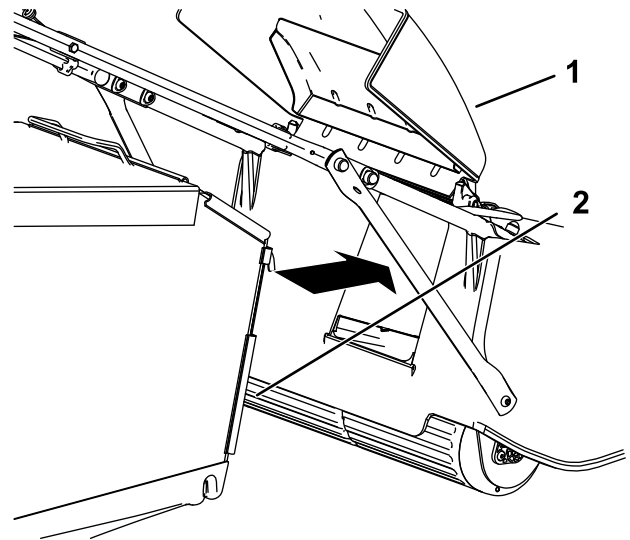

Figure 19
3. Accrochez le bac à herbe en place (Figure 19).